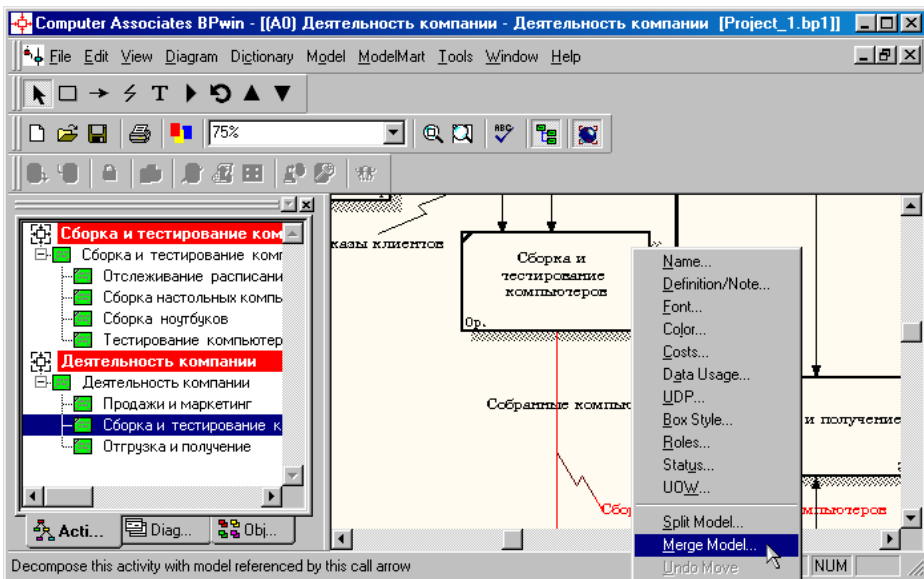

Рисунок 5.6 - Пункт контекстного меню **Merge model**
- 2 Правой кнопкой мыши щелкните по работе **"Сборка и тестирование компьютеров"** и выберите в контекстном меню опцию **Merge model** (рисунок 5.6).